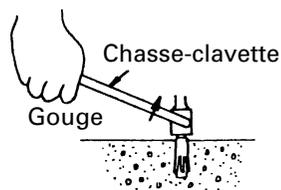

Fig. 8
- (3) Une fois la poussière aspirée à l'aide d'une seringue, fixer le mandrin à la pointe du sabot et l'enfoncer dans le sabot avec un marteau.
- (4) Une fois le sabot enfoncé, utiliser le chasse-clavette pour séparer le sabot. (Fig. 8)